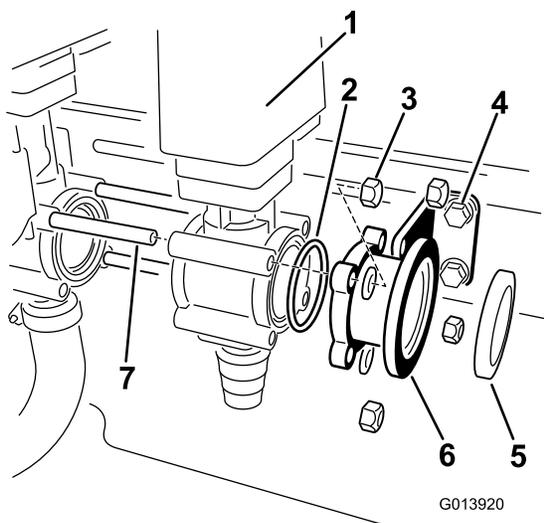

Figure 6
8. Trouvez un joint torique dans les pièces détachées, et posez-le sur le côté ouvert de la vanne d'éjection (Figure 6).